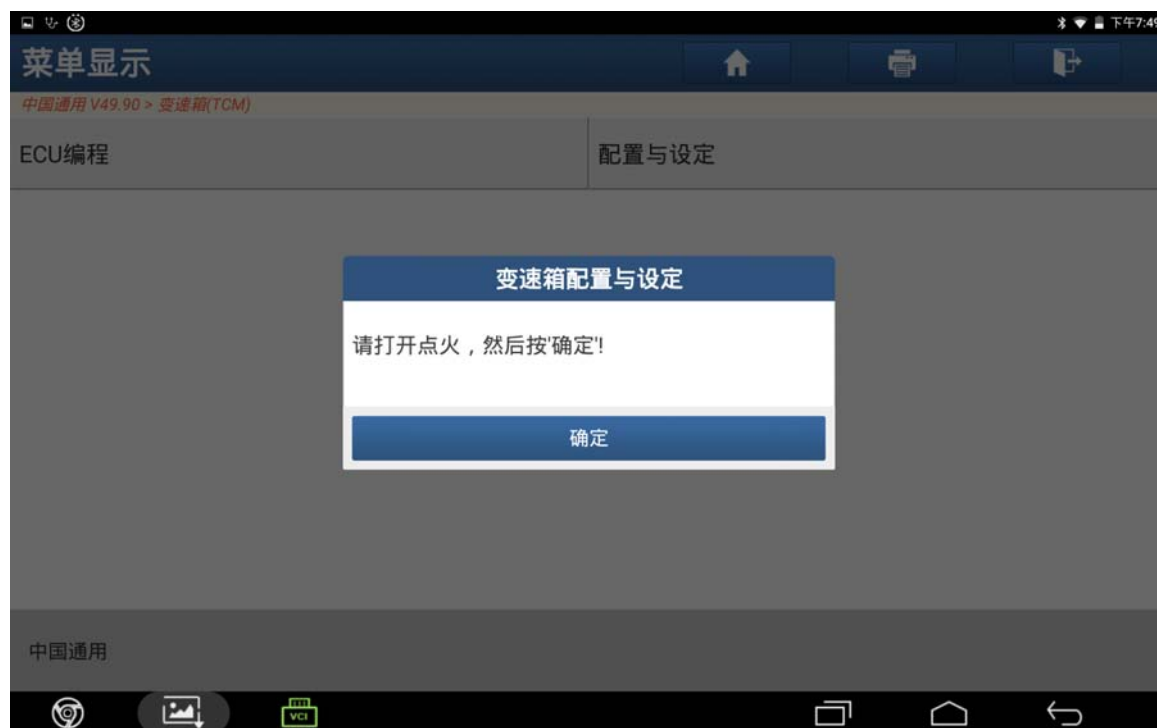

图 22
22). 20 秒后, 打开点火, 然后点击“确定”, 如图 22;